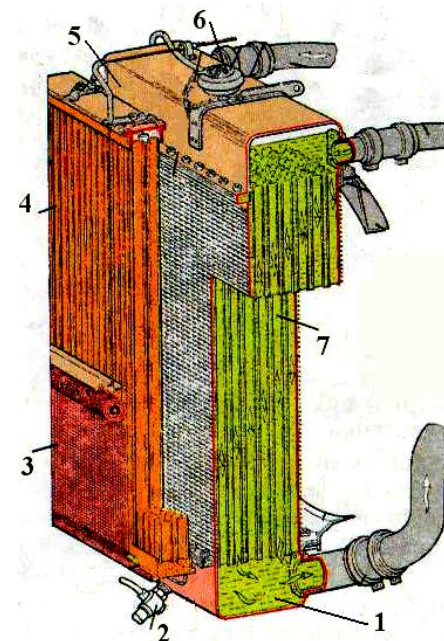

Рис. 3
6. Ознайомтеся з будовою радіатора. Якими цифрами на рис. 3 позначені: